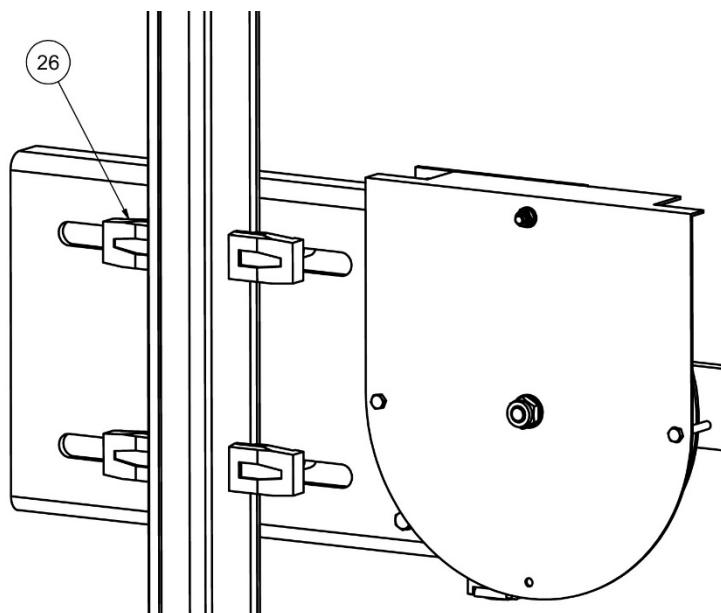

Figure 8
**Remarque :** Vérifier visuellement que la plaque d'arrimage au guide de la poulie de tension est perpendiculaire au guide. *Figure 8*